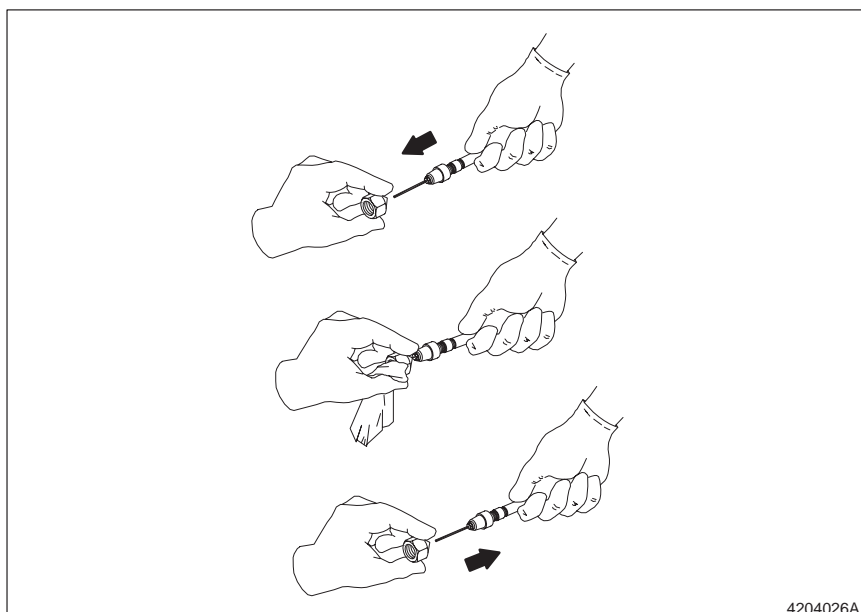

Fig. 4-3 Aiguille de nettoyage
7. Consulter la figure 4-3. Retirer la buse du solvant et la nettoyer à l'aide d'une aiguille spécifique (buses d'extrusion seulement). Insérer l'aiguille dans le sens opposé à l'écoulement de l'adhésif. S'assurer que toute la matière délogée a été retirée de la buse.